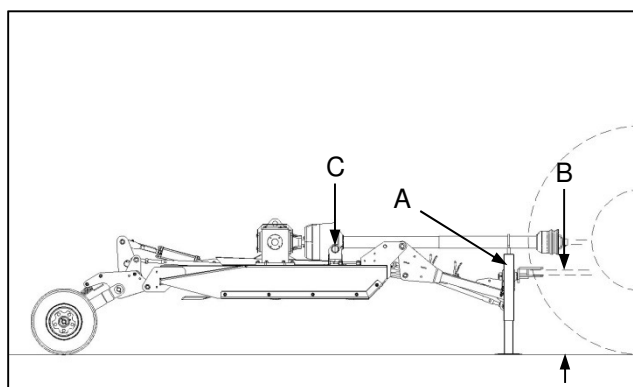

Fig. 3
- ✔ Insert the parking jack (Fig. 3-A) into the socket on the implement hitch and install the pin provided.
- ✔ Place the parking jack in storage bracket (Fig. 3-C) provided on the front right-hand corner of the main deck while the implement is in operation.
- ✔ Druk die parkeerdruk (Fig. 3-A) in die sok aan die implementhaak en druk die pen in wat voorsien is.
- ✔ Stoor die parkeerdruk in die stoorklamp (Fig. 3-C) op die voorste regterhoek van die hoofdek terwyl die implement in gebruik is.